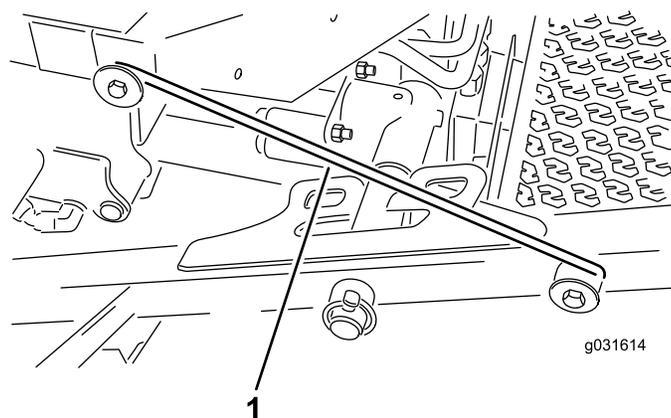

Figura 31
4. Liberte a barra do trinco do retentor do suporte da estrutura frontal (Figura 31).
da estrutura montado na parte da frente da plataforma do operador (Figura 31).